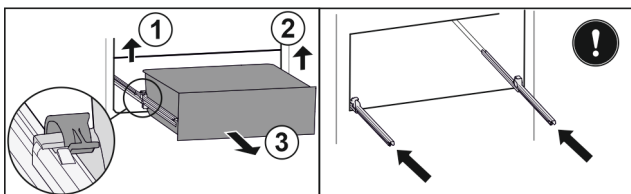

Fig. 92
- ▶ Ridicați clema din stânga și trageți concomitent sertarul din stânga spre înainte. Fig. 92 (1)
- ▶ Ridicați clema din dreapta și trageți concomitent sertarul din dreapta spre înainte. Fig. 92 (2)
- ▶ Extrageți sertarul spre înainte. Fig. 92 (3)